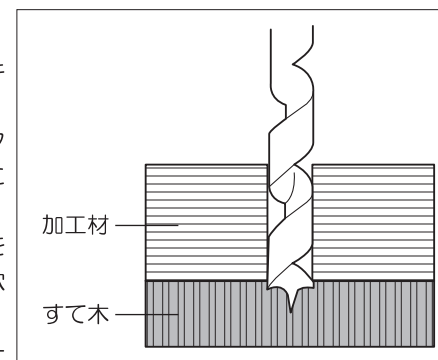

図9
- 裏側に不要な木材(すて木)を当て、一緒にあけると裏側もきれいに仕上がります。(図9参照)